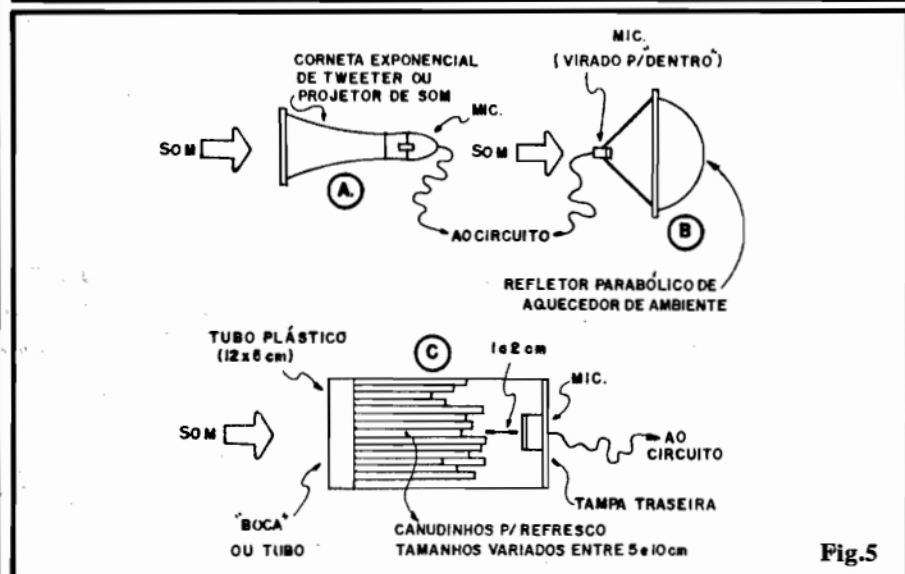

Fig. 5
- - Materiais para eventual confecção do "concentrador sonoro" ou "lente acústica" (detalhes nas figs. 5 e 6, mais adiante), como corneta exponencial, refletor parabólico, canudinhos de refresco (para ressonância), etc.
O MAME, contudo, permite interessantes adaptações para audição remota "sem fio", no sistema de "telescópio acústico" (que perdoem os puristas da física e da semântica...). Para tanto, basta acoplar sistemas de concentração, ressonância ou direcionamento do som recebido pelo microfone, conforme sugerem as idéias mostradas na fig. 5. Vamos analisá-las:
-5-C- Um sistema sofisticado (em termos acústicos), porém de fácil implementação, constitui um "ressonador", formado por tubo (ao qual o microfone vai adaptado) contendo muitos tubinhos de comprimentos diferentes, com o que cada tubo estará "sintonizado" numa frequência de áudio, promovendo um certo reforço por "ressonância" no som recebido, além de incrementar a diretividade do sistema! A solução mostrada da fig. 5-C é básica, mas muitos outros materiais podem ser utilizados. Em qualquer caso, a cápsula do microfone **não pode** tocar a extremidade traseira do conjunto de tubos, devendo ser guardado um espaço, para perfeito funcionamento e bom aproveitamento do efeito de "ressonância". Conjuntos bem maiores do que o sugerido também podem ser construídos, usando-se, na ressonância, muitos tubos de alumínio finos (do tipo utilizado na construção de antenas domésticas de TV, por exemplo), com comprimentos escalonados desde cerca de 1 metro até poucos centímetros, firmemente juntados com braçadeiras e acoplados a um funil, na traseira, ao "fundo" do qual o eletreto pode ser fixado. Quanto